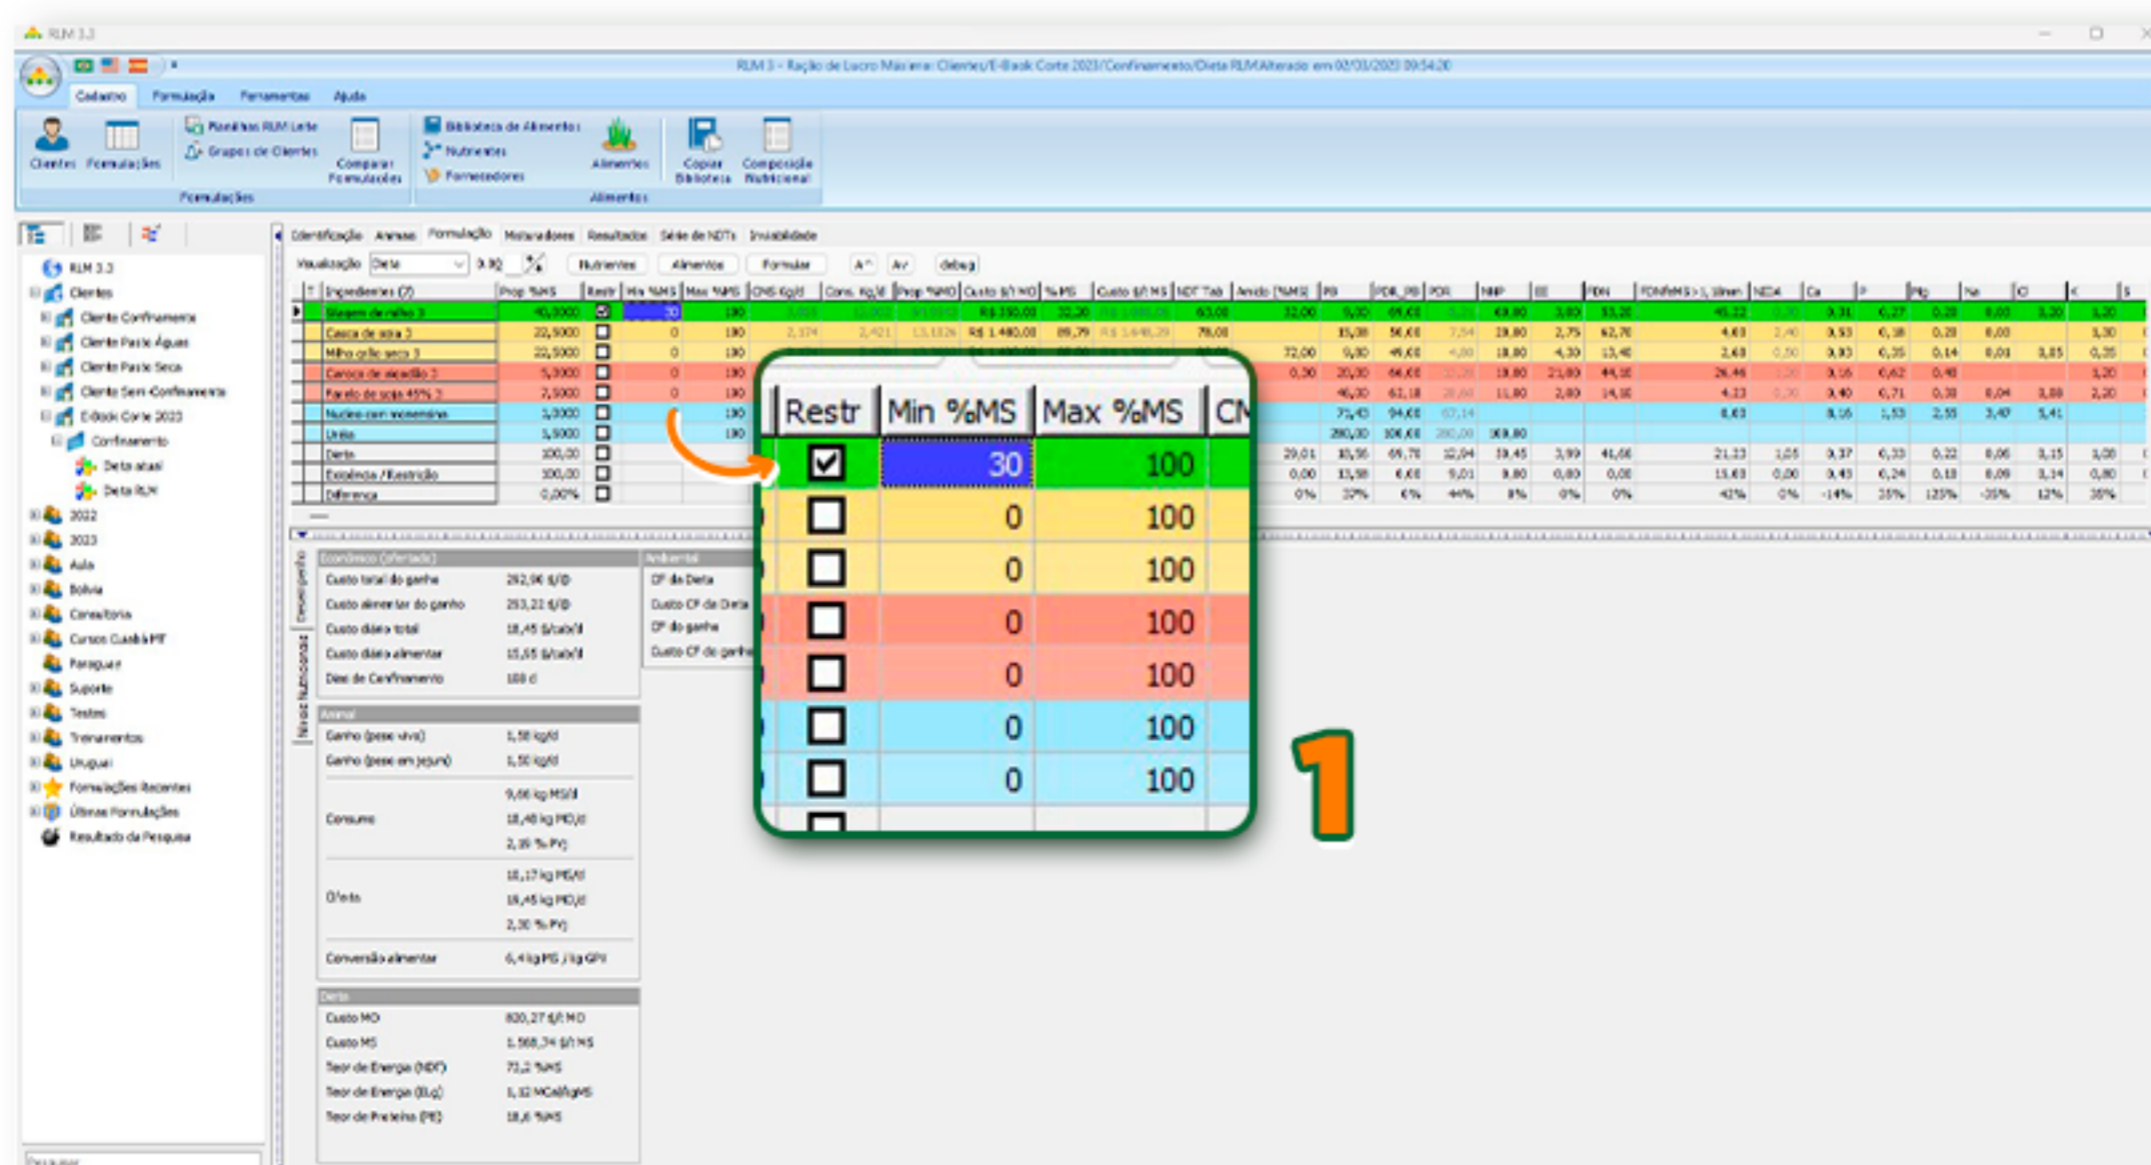

FIGURA 2.2 - EDITAR AS RESTRIÇÕES DOS ALIMENTOS
As restrições de mínimo e máximo para a porcentagem de inclusão dos alimentos podem ser estabelecidas diretamente na planilha de formulação (1), tal como ilustrado na Figura 2.2. Ao inserir a restrição, a caixa será automaticamente ativada. Entretanto, para restrição de nutrientes, outra janela será usada.